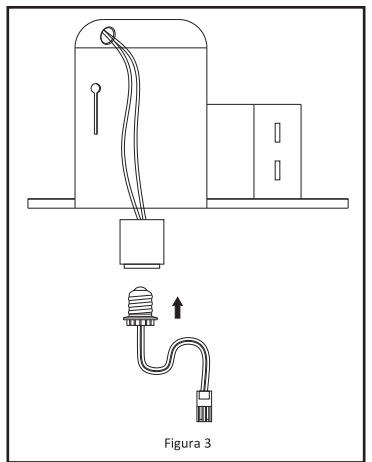

Figura 3
- Desconecta el enchufe naranja del adaptador de base Edison de la lámpara e instala la base Edison en el enchufe. **Ver Figura 3.**